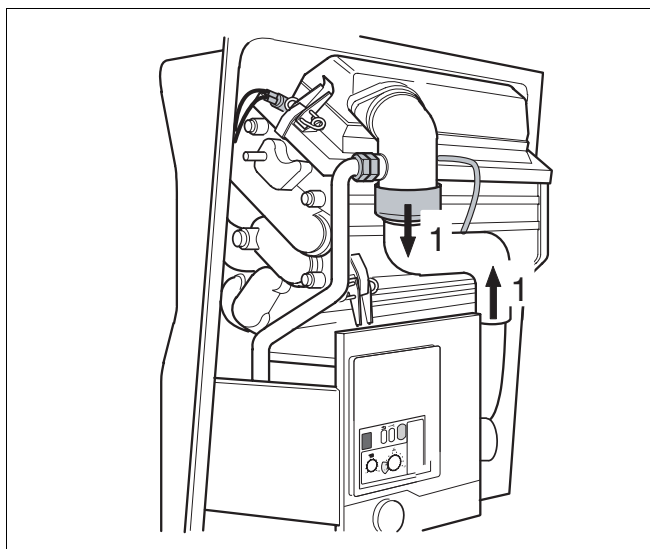

Abb. 19 Schlauch demontieren
- Schlauch zwischen Gebläse und Brenner abziehen (Abb. 19, Pos. 1).